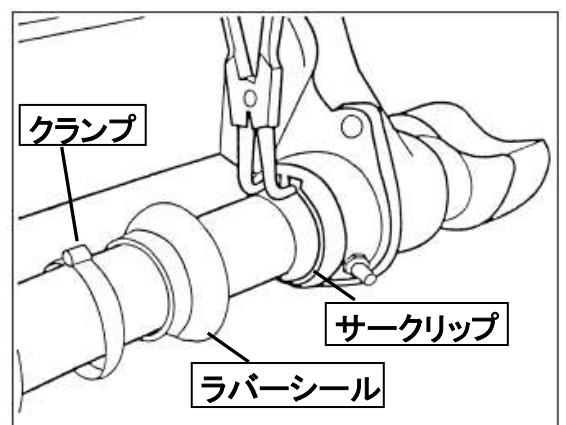

図. 7-1-3
- 3 ラバーシールをクランプと一緒にカムシャフトの中央に移動してサークリップを溝から外し、カムシャフトをブレーキのアンカープレートから外す。(図. 7-1-3)